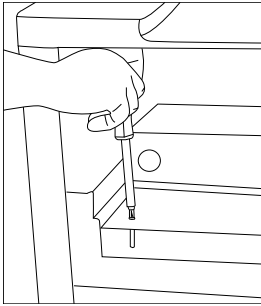

Рис.4
1. Снимите защиту от щелчков открутив винты(Рис.4).